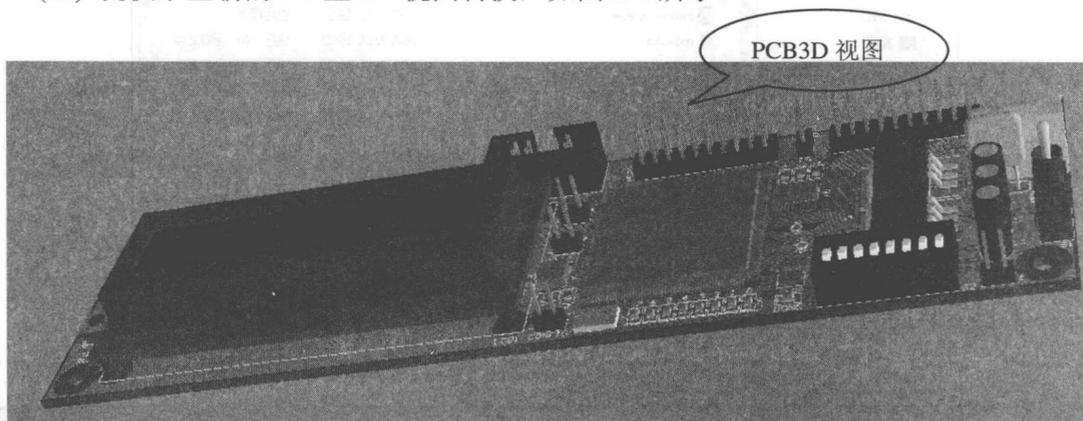

图 1-1 PCB 3D
(1) 集成了多元素的电路原理图与 PCB 设计功能。Altium Designer 拓宽了板级设计的传统界限, 全面集成了 FPGA 设计功能和 SOPC(System on Programmable Chip)设计实现功能, 从而允许设计师将系统设计中的 FPGA 与 PCB 设计以及嵌入式设计集成在一起。
(2) 提供布线的新工具。在绘制 PCB 电路板时电子元器件的布局、布线环节尤为重要, 在布线的同时需将信号的完整性分析工具、阻抗控制交互式布线、差分信号对和交互长度调节等协调一致, 方能确保信号同步到达。此时通过软件提供的(Auto)自动布线、BGA 扇出逃逸布线等操作可以轻松完成。
(3) 多类型的原理图设计。在原理图部分, 新增加“灵巧粘贴”功能, 可以将不同的对象拷贝到原理图当中, 比如一些网络标号, 一页图纸的 BOM(物料清单, Bill of Material)表, 都可以拷贝粘贴到原理图当中; 还增加了原理图文件切片、多个电子元器件集体操作、文本框的直接编辑、箭头的添加、电子元器件精确移动、总线走线、自动网标选择等; 还包括前端多层次、多通道的原理图输入、VHDL(Very-High-Speed Intergated Circuit Hardware Description Language, 硬件描述语言)开发和功能仿真, 布线前后的信号完整性分析功能。在信号仿真部分, 提供完善的混合信号仿真, 除对 Xspice 标准的支持之外, 还支持对 Pspice(Simulation Program With Integrated Circuit Emphasis)模型和电路的仿真。为 FPGA 设计提供了丰富的 IP(互联网协议)内核, 包括各种处理器、存储器、外设、接口以及虚拟仪器。
(4) 丰富的帮助文档。Altium Designer 提供了丰富的英文帮助文档, 包含了几乎所有该软件所遇到情况的解决办法。
(5) 规范的 ERC(误差计数), DRC(设计规则检查)。
(6) 全面的原理图库、PCB 库、集成库和高级电子元器件库管理、封装管理。
(7) 多种电子元器件滤波器, 可以快捷地查找相应电子元器件和批量更改。
(8) 多种数据共享功能。Altium Designer 完全兼容 Protel 系列和以前的设计文档, 并对 99SE 下创建的 DDB(分布式数据库)和库文件的导入提供接口, 同时还支持 CAD(计算机辅助设计)等软件的设计文档和库文件的导入, 此外它还提供智能 PDF(文件格式)文档的生成和报表的产生, 利用 PDF 向导可以帮助用户把整个项目或者所选文档进行打包处理, 这样增强了工作人员的合作灵活性, 利用报表的产生则可以直观看到电子元器件的属性。
(9) 全新的界面和个性化设置。
(10) 丰富的报告功能和快捷键的支持，Altium Designer 在英文状态下每个命令前的字母都标有下划线，利用有下划线的字母即可执行相应的功能，可以生成多种格式的报表和电子元器件清单。
(11) 提供了全新的 2D 至 3D 视图转换，如图 1-1 所示。